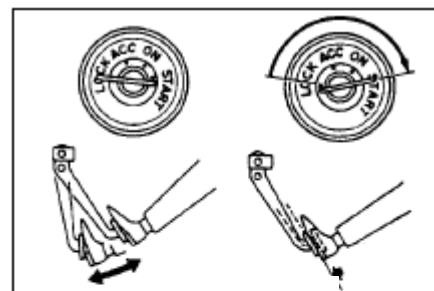

Рис. 272
(2) Эксплуатационная проверка
- b. Нажмите на педаль, затем запустите двигатель. (рис. 272)